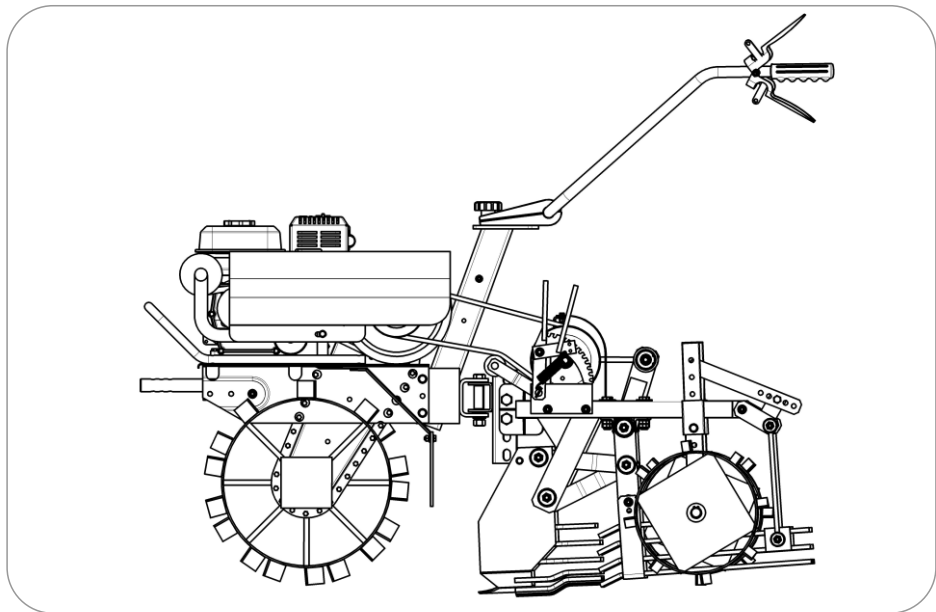

Рис.6 - Мотоблок с картофелевыкапывателем.
- Для некоторых моделей мотоблока ("Целина" и др.), вместо штатного защитного кожуха ремней мотоблока, установите защитный кожух входящий в комплект (рис.6).